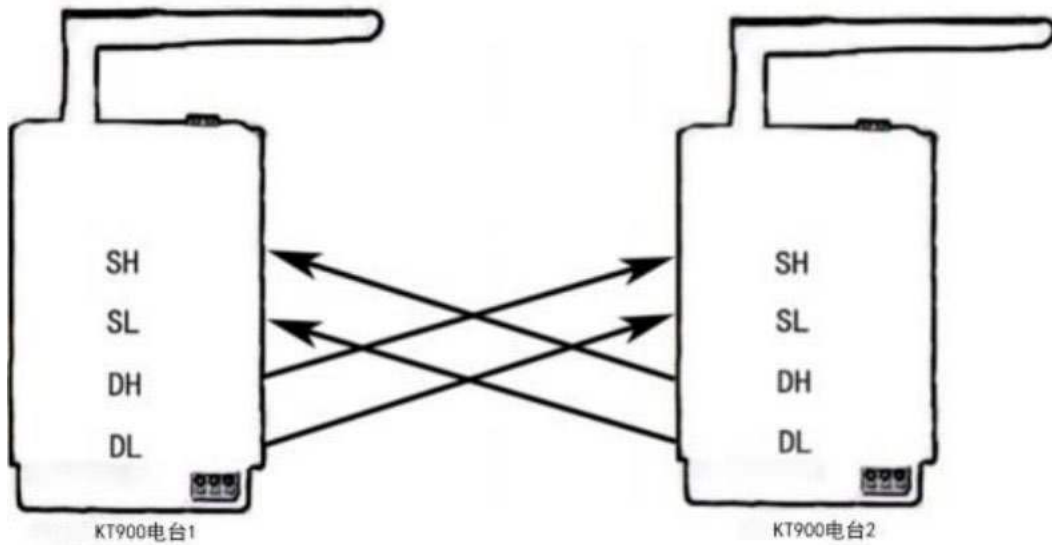

图 14 点对点串口透传配置说明
串口透传顾名思义就是指在传输过程中，对外界完全透明，不需要关心传输过程以及传输协议，最终目的是要把传输的内容原封不动的传递给被接受端，发送和接收的内容完全一致。WE-KT900 通过简单的配置就可以实现串口 RS485 设备 A 到串口 RS485 设备 B 之间的无线 900MHz 透传应用，如下图 14 所示：
- 第三步：把 WE-KT900 电台 1 的“DH”；“DL”和 WE-KT900 电台 2 的“DH”；“DL”参数分别按如下图 14 所述设置：